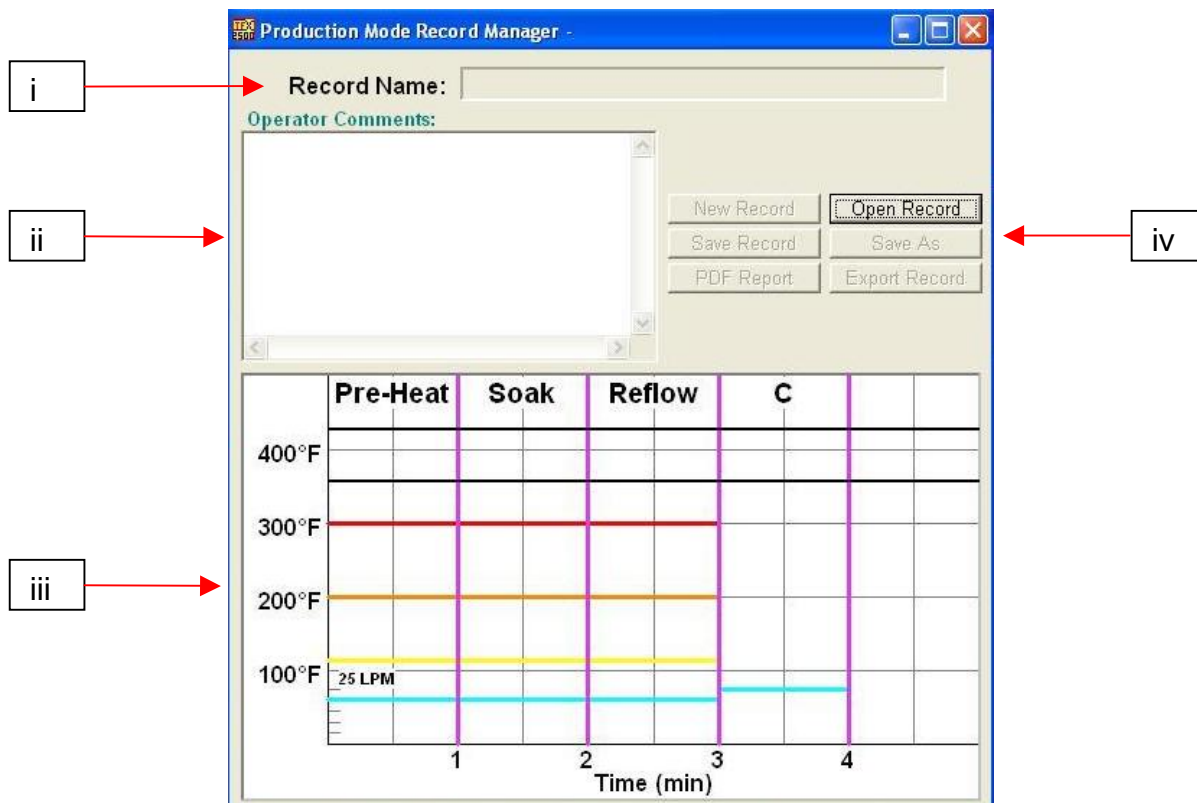

Figura 6a
h. Funzioni di gestione della registrazione della modalità di produzione (figura 6a).